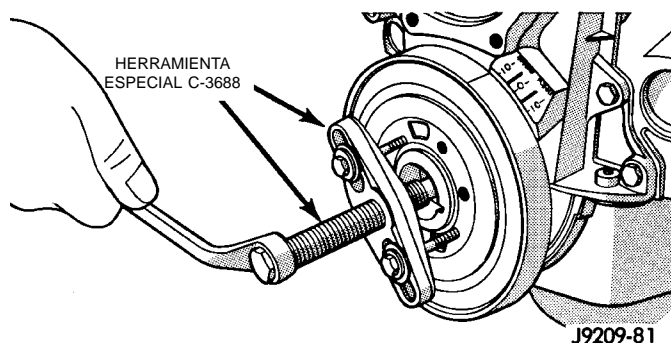

Fig. 20 Conjunto del amortiguador de vibraciones
(1) Desconecte el cable negativo de la batería.
(2) Retire los pernos de retención de la cubierta del ventilador y vuelva a colocar la cubierta sobre el motor.
(3) Retire el ventilador del sistema de refrigeración.
(4) Retire la correa en serpentina (consulte el Grupo 7, Sistema de refrigeración).
(5) Retire la polea del amortiguador de vibraciones.
(6) Retire el perno y la arandela del amortiguador de vibraciones del extremo del cigüeñal.
(7) Instale la barra y el tornillo del Juego de extractores C-3688. Instale 2 pernos con arandelas en la herramienta de extracción y en el amortiguador de vibraciones (Fig. 20).